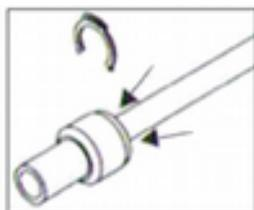

Рис. 2
2. Дожать симметрично фланец быстроразъемного фитинга (рис.2).
2. Симметрично дожать фланец быстроразъёмного фитинга и вынуть шланг (рис.2).